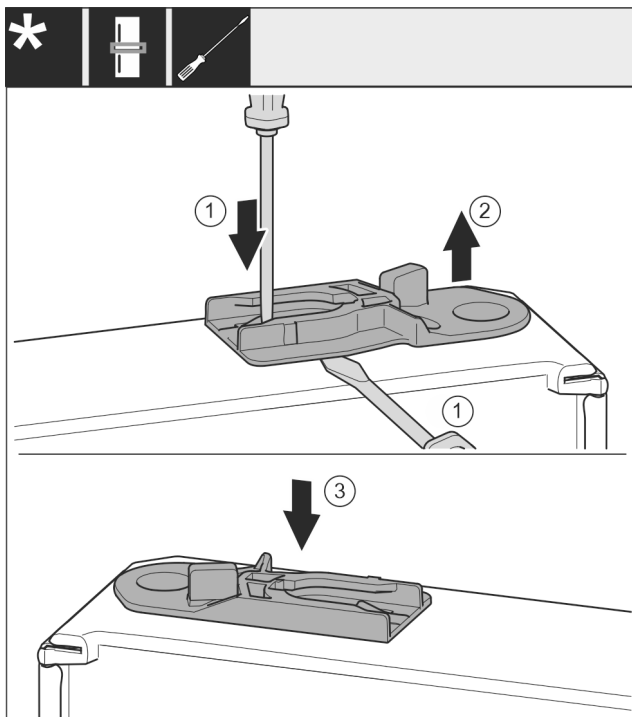

Fig. 38 *
- ▶ Húzza ki a vezetőhüvelyt: Nyomja a fedőlemezt lapos csavarhúzóval, és közben nyúljon lapos csavarhúzóval a vezetőhüvely alá. Fig. 38 (1, 2)*
- ▶ Tolja be a tartozékként mellékelt vezetőhüvelyt a ház másik oldalán. Fig. 38 (3)*